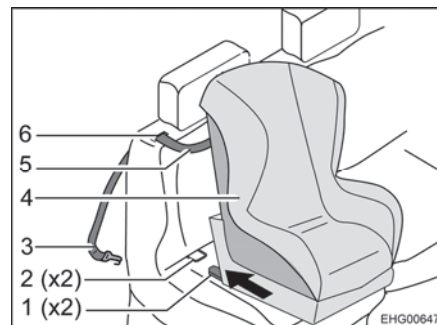

Bild 15 Fastsättning med övre hållrem
- För den övre hållremmen (Bild 15,5) genom skåran (Bild 15,6) i ryggstödet dyna (bredvid nackstödet).
- Haka fast fästkorkarna (Bild 15,3) på förankringspunkten på baksidan av nackstödet på fordonssitsen.
- Låt låsarm (Bild 15,1) i fästbygel (Bild 14,1 och Bild 15,2) klicka på plats. Ett tydligt klickande ljud ska höras.
- Kontrollera med ett kraftigt ryck om barnstolen (Bild 15,4) sitter fast.